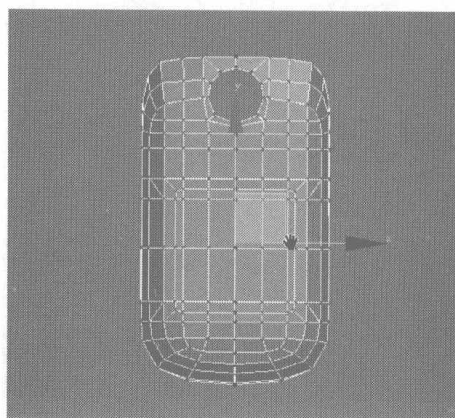

图 4.55
- 13 选择节点编辑,在Front 视图中框选如图4.55所示的接缝处的节点,在Edit Vertices 卷展栏中单击 **Weld** 右侧的小按钮,在弹出的对话框中设置参数,将接缝处的节点无缝连接。